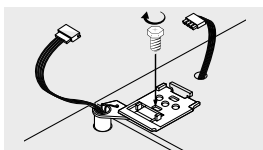

Figura 19
- Ajuste correctamente el tornillo de la bisagra. Conecte los cables. (Figura 19)